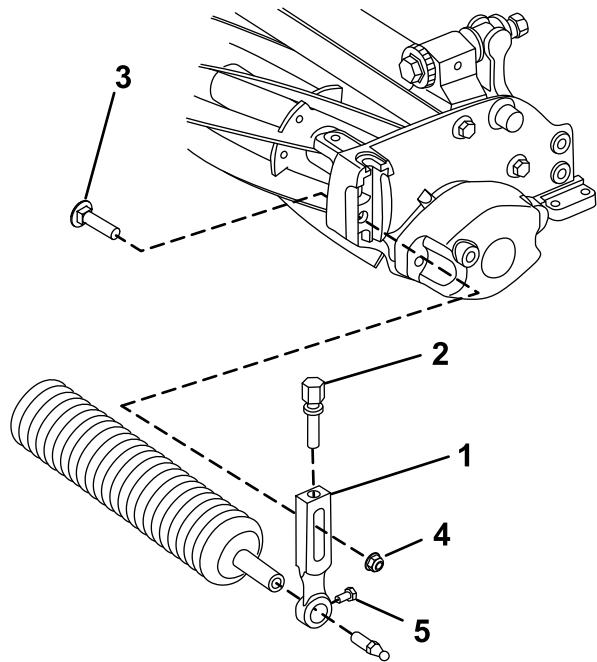

Рисунок 3
1. Снимите несущий болт, шайбу и фланцевую контргайку, крепящие один из рычагов высоты скашивания к боковой плите режущего блока (Рисунок 3).